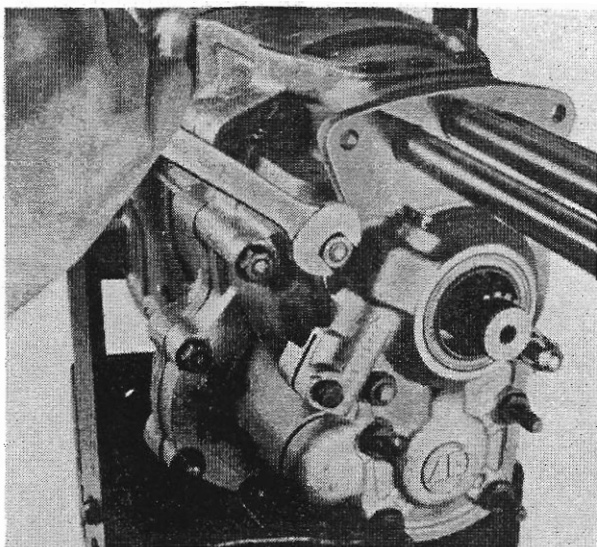

Abb. 5
4. Tachodeckel (803) abnehmen. Dazu Schrauben (119) und Muttern (810) lösen (Abb. 5).